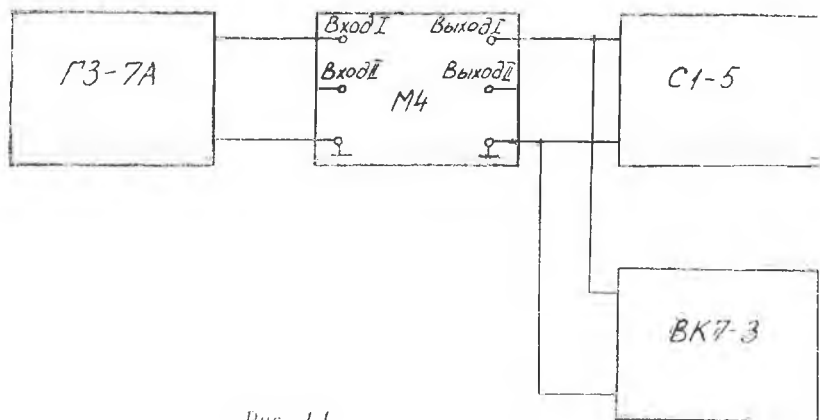
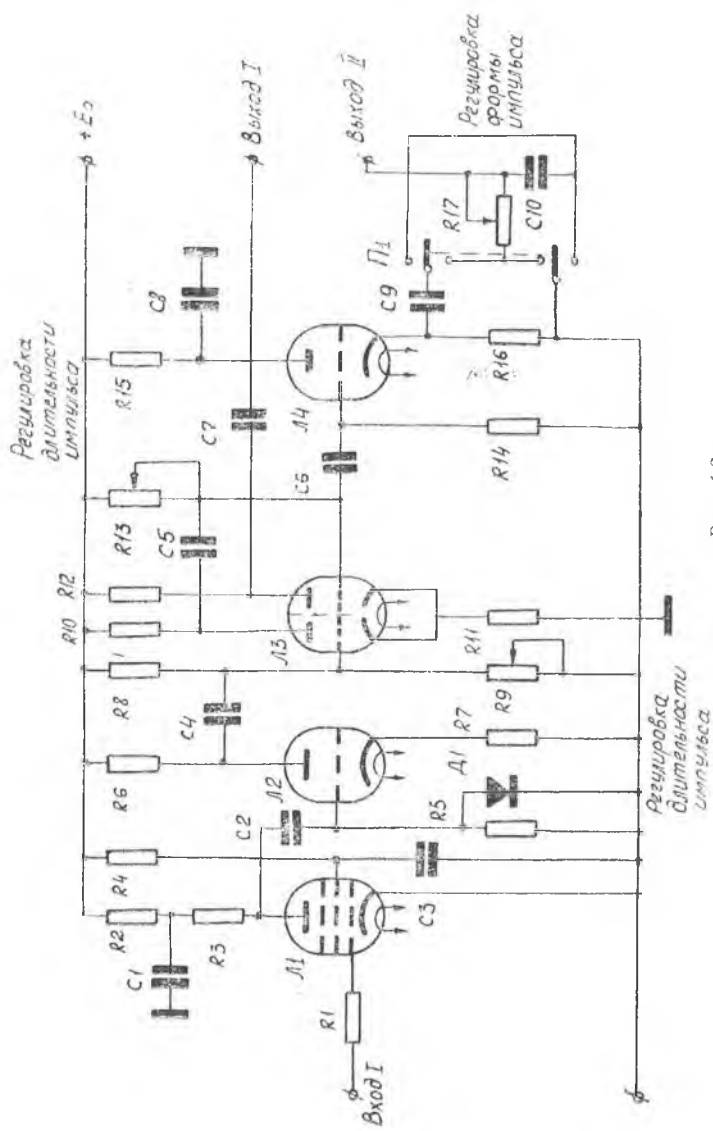

Рис. 1.1.
Рис. 1.2.
Лабораторная установка содержит макет М₁, генератор стандартных сигналов ГЗ-7А, анализатор спектра СК4-3 и осциллограф С1-5. Блок-схема лабораторной установки приведена на рис. 1.1., а принципиальная схема лабораторного макета — на рис. 1.2.
1. Собрать установку согласно блок-схеме рис. 1.1.